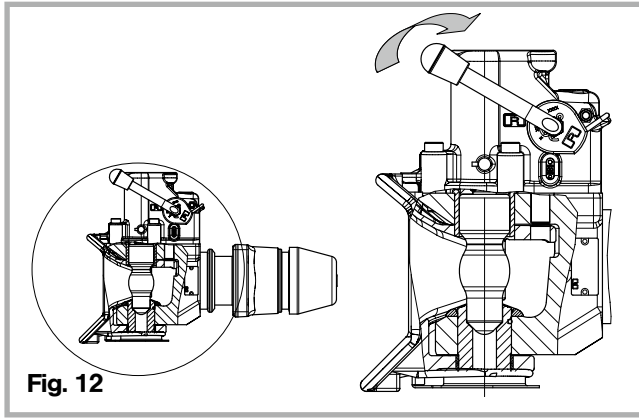

Fig. 12
- Ora la testa campana deve tornare indietro oscillando nella posizione centrale e bloccarsi di nuovo (vedi fig. 12)